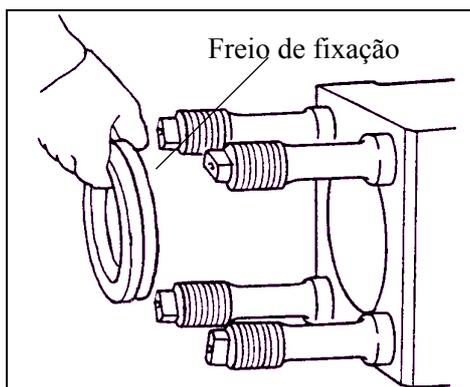

Fig.6
6. Retire o freio de fixação. Veja a Fig.6.